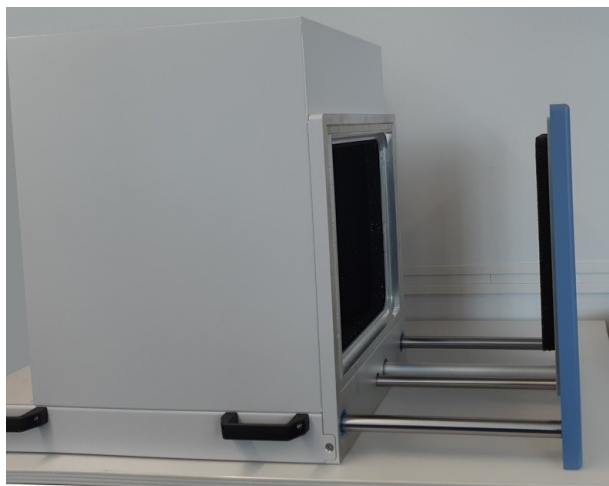

Рис. 6-2: Открытая дверь полностью находится над поверхностью стола.
- Наличие достаточного пространства для открывания двери, см. рис. 6-2.
- b) Открытая дверь полностью находится над поверхностью стола, как показано на рис. 6-2.